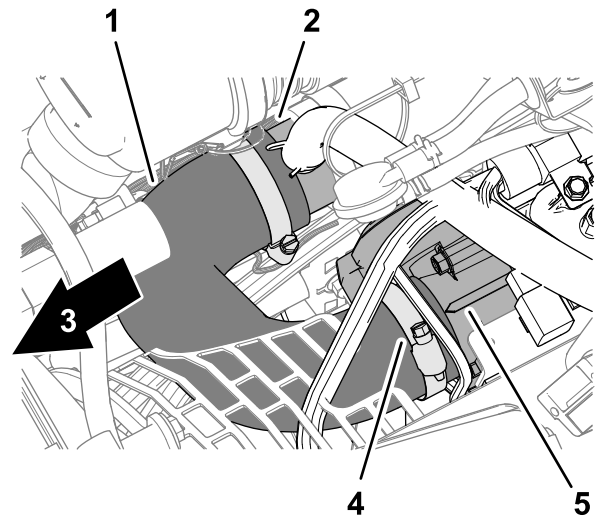

Figure 6
- Montez le flexible du filtre à air sur le tube d'évent en T et l'entrée du boîtier de papillon (Figure 6).
- Fixez le flexible du filtre à air sur le tube d'évent et le boîtier de papillon avec les 2 colliers (Figure 6).